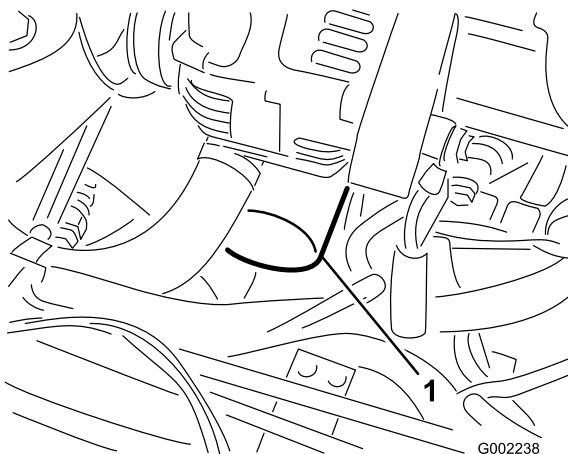

图42
7. 拆下旧机油滤芯 (图42)。
10. 将新机油滤芯装在机油滤芯安装座上。顺时针转动机油滤芯直至橡胶垫片接触到机油滤芯安装座然后将机油滤芯再旋入 1/2 圈 (图42)。